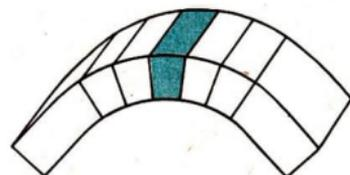

Bild 58/1 Veränderung des Werkstoffes an der Biegestelle
► Durch das **Biegen** erhalten Werkstücke **Rundungen** oder **Kanten**. Dabei wird der Werkstoff an der **Biegestelle** verändert (Bild 58/1).
● **Betrachte** das Bild 58/1! **Beschreibe** die Veränderungen des Werkstoffes an der **Biegestelle**!